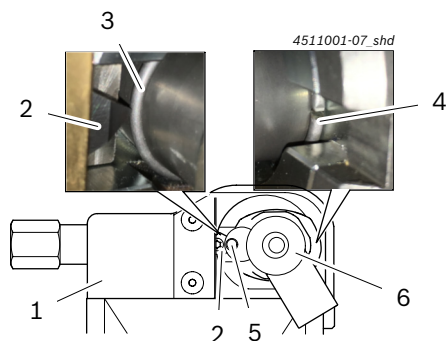

Fig. 8: Position adéquate du circlip
4. Tourner l'ouverture du circlip (Fig. 8, pos. 4) vers le côté opposé de la paroi la plus importante.
- ⇒ Le circlip (Fig. 8, pos. 3) est exactement positionné à hauteur de la plaquette de coupe indexable (Fig. 8, pos. 2).